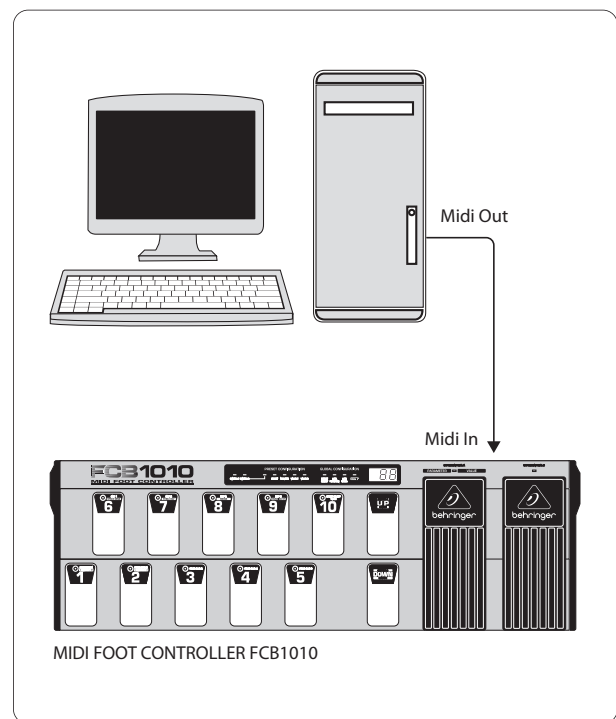

Abb. 2.6.: Empfangen eines SysEx-Dumps
- Verbinden Sie den MIDI OUT Ihres Sequenzers/Computers mit dem MIDI IN des FCB1010 (siehe Abb. 2.6)